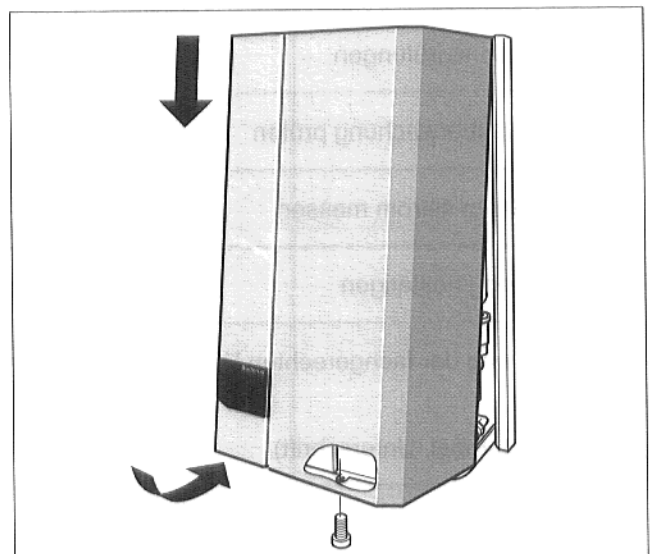

Abb. 26 Verkleidung anbringen
- Verkleidung einhängen und Halteschraube eindrehen (Abb. 26).